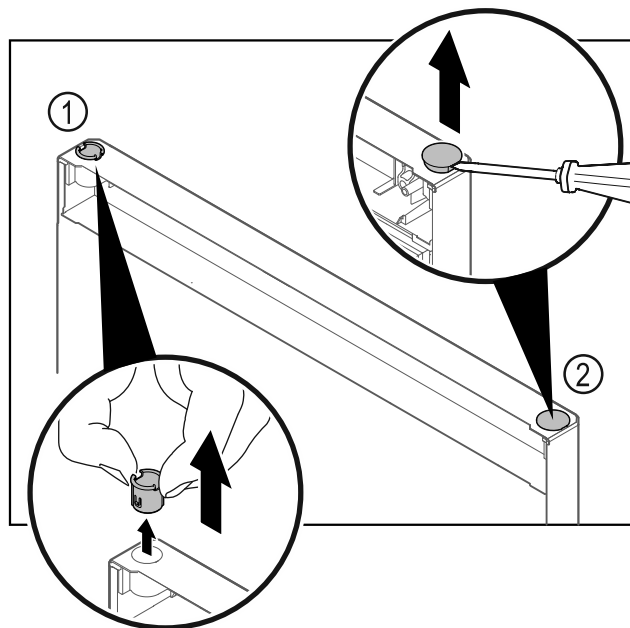

Fig. 27
- Estrarre la boccola cerniera Fig. 27 (1) con le dita.
- Con un cacciavite a testa a intaglio sollevare con cautela il tappo Fig. 27 (2) ed estrarlo.